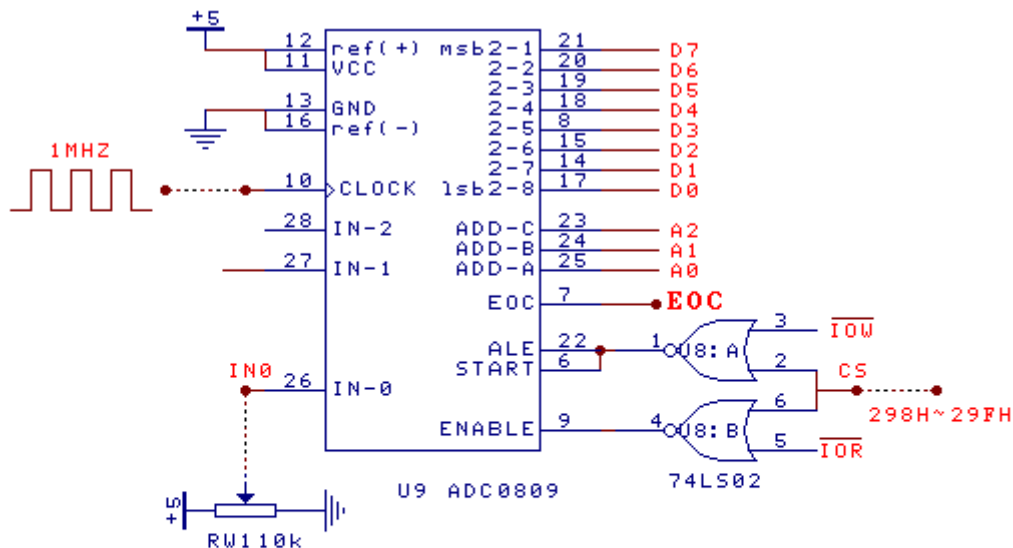

图4-18-1 模数转换电路
1、实验电路原理图如图4-18-1。通过实验台左下角电位器RW1输出0~5V 直流电压送入ADC0809通道0(IN0), 利用debug的输出命令启动 A/D 转换器，输入命令读取转换结果，验证输入电压与转换后数字的关系。